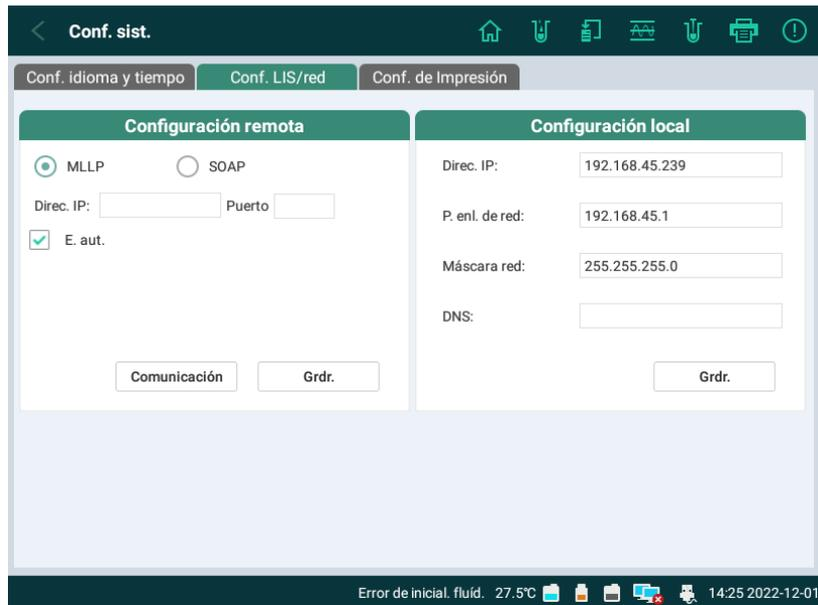

Imagen 5-3 Configuración de red y LIS
- Los formatos de dirección IP, puerta de enlace de red y máscara de red deben coincidir con los que se muestran en la Imagen 5-3.